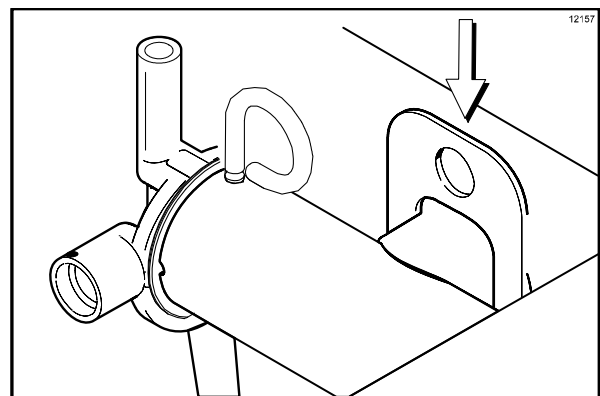

Abbildung 162
3. Die Pumpeneinheit an der Rückseite des Vorratsbeckens einbauen. Zur korrekten Positionierung der Pumpe an der Antriebsnabe das Antriebsloch im Kolben auf die Antriebskurbel der Antriebswelle ausrichten. Die Pumpe an Ort und Stelle sichern, indem Sie den Pumpenclip über den Kranz der Pumpe schieben und darauf achten, dass der Clip in die Rillen des Kranzes gleitet. (Siehe Abbildung 162.)